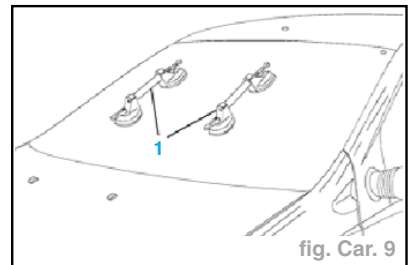

fig. Car. 9
- L'opérateur à l'intérieur du véhicule doit comprimer l'extrémité de l'outil (2a) sur le cordon de mastic (3) à 30 cm environ du point de passage du fil.
- L'autre opérateur, placé à l'extérieur du véhicule, doit tirer la poignée (2c) en suivant le pourtour de la glace pare-brise et couper le cordon de mastic (3).
- Répéter l'opération par segment de 30 cm environ jusqu'à la découpe complète du cordon de mastic (3).
- Après avoir découpé tout le cordon de mastic, appliquer sur le pare-brise les poignées à ventouse (1) (fig. Car. 9) ; ensuite, à l'aide d'un deuxième opérateur, enlever le pare-brise et le déposer sur un chevalet de soutien.